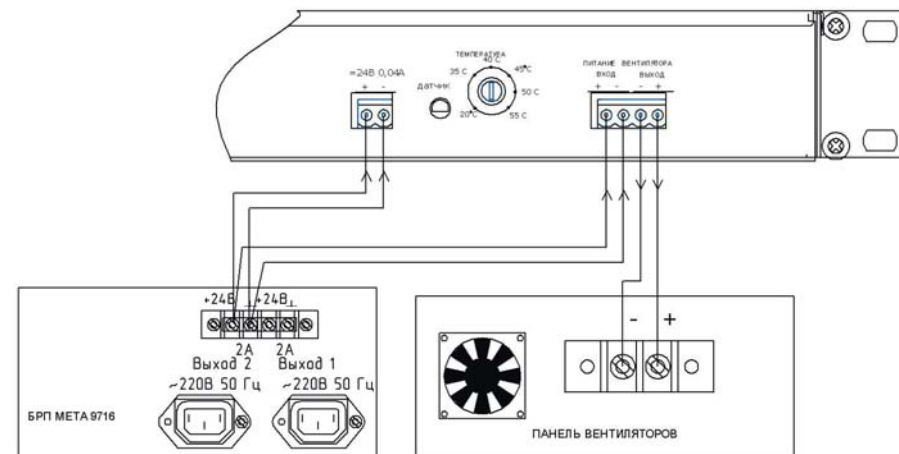

Рисунок 4. Подключение БРП к БУВ.
3. Подключите к БУВ основное питание +24В от БРП МЕТА 9716. Подключение осуществляется проводами сечением не менее 1 мм2 при дии кабеля не более 5 м (см. рисунок 4).